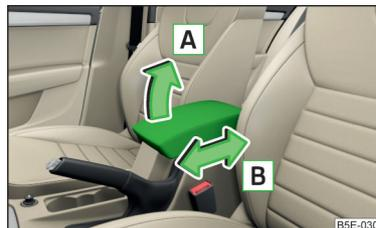

Abb. 73
► Die Armlehne zuerst bis nach unten klappen und dann in Pfeilrichtung **A** » Abb. 73 in eine der 4 Raststellungen heben.
► Die Armlehne in Pfeilrichtung **B** » Abb. 73 in die gewünschte Position verschieben.